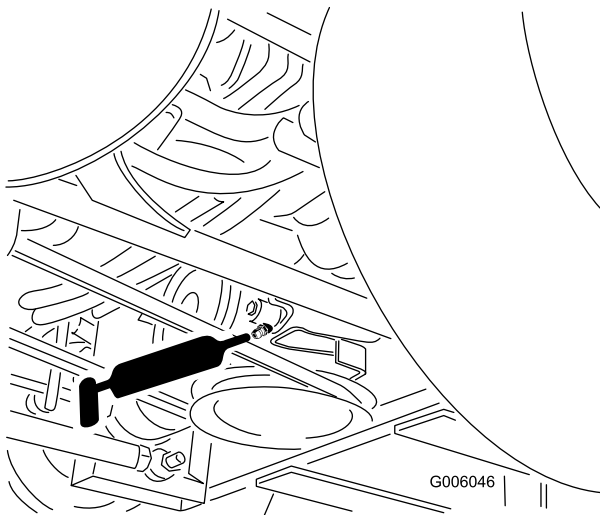

Figure 31
8. Graissez le bras de la poulie de tension de la courroie d'entraînement de PDF (Figure 31).